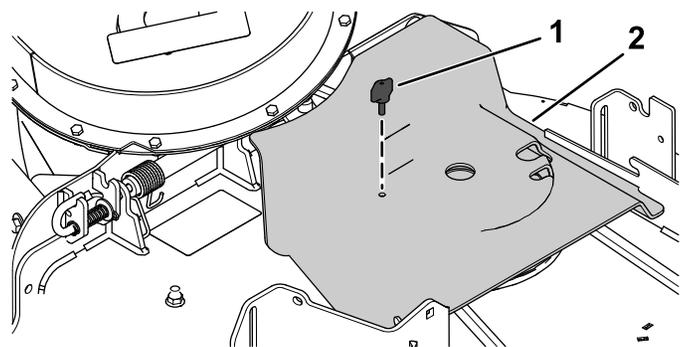

Figure 31
- Placez le protège-courroie par dessus la courroie de ventilateur et fixez le protège-courroie avec le bouton (Figure 31).